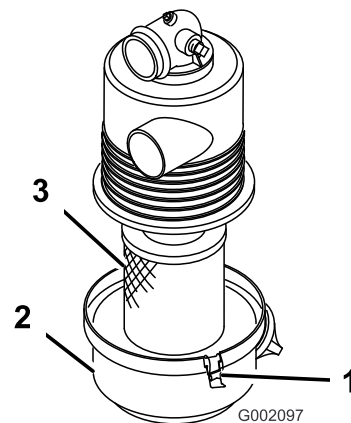

Figure 24
2. Vérifiez si le boîtier du filtre à air présente des dommages susceptibles d'occasionner des fuites d'air. Le couvercle doit être parfaitement ajusté sur le boîtier du filtre à air (Figure 24).
3. Desserrez les attaches qui fixent le couvercle sur le boîtier du filtre à air (Figure 24).
4. Séparez le couvercle du boîtier du filtre à air et nettoyez l'intérieur du couvercle (Figure 24).